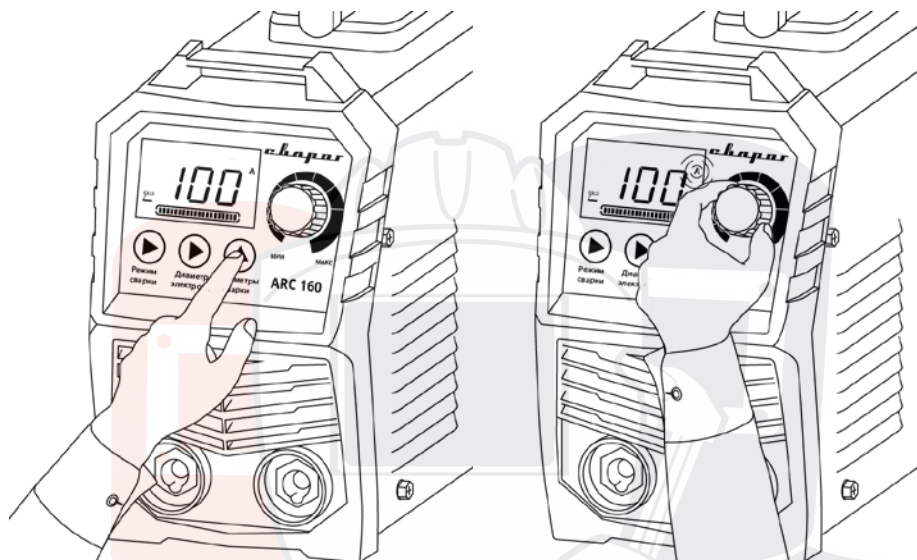

Рис. 9.13. Установка силы тока.
2. Для установки силы тока нажмите на кнопку параметров сварки (См. рис. 9.13). Индикатор силы тока будет мигать. Установите необходимое значение с помощью регулятора (См. табл. 10.2).